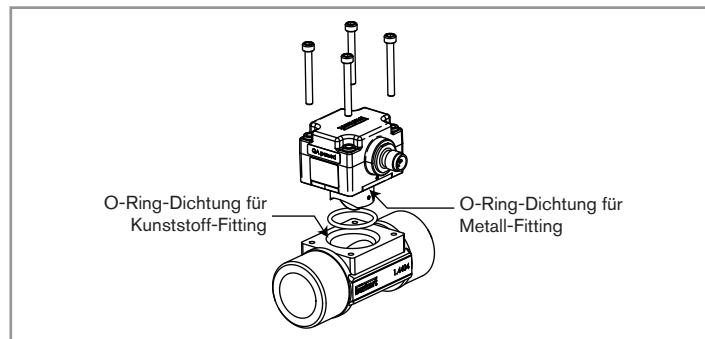

Bild 28: Explosionszeichnung des 8012
- Die neue O-Ring-Dichtung einsetzen (siehe Bild 28).